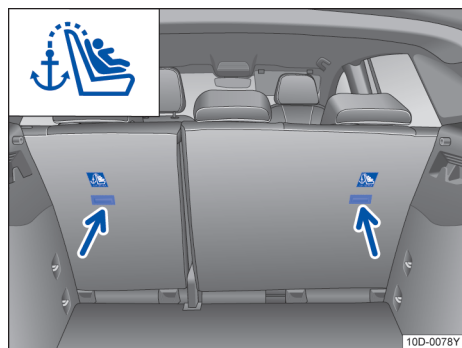

图 33 带顶部紧固绳的 ISOFIX 儿童座椅
- 将顶部紧固绳固定到行李厢内的后部紧固环上 → 图 33。
- 带有 ISOFIX 装置和顶部紧固绳的儿童座椅上标有一个示意图 → 图 33。